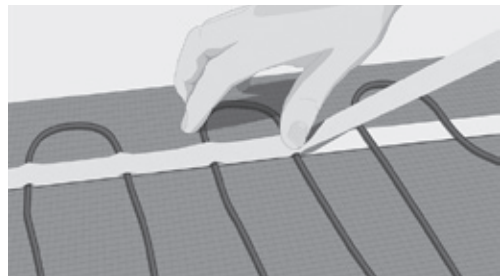

Abb. 8. Das Kabel mit dem Klebeband verriegeln
11. Befestigen Sie das Kabel mit Abdeckband oben auf dem Kabel und doppelseitigem Klebeband. Drücken Sie das Band gründlich auf das Kabel, um zu verhindern, dass sich während des Einbettungsvorgangs Luftlöcher bilden (Abb. 8).